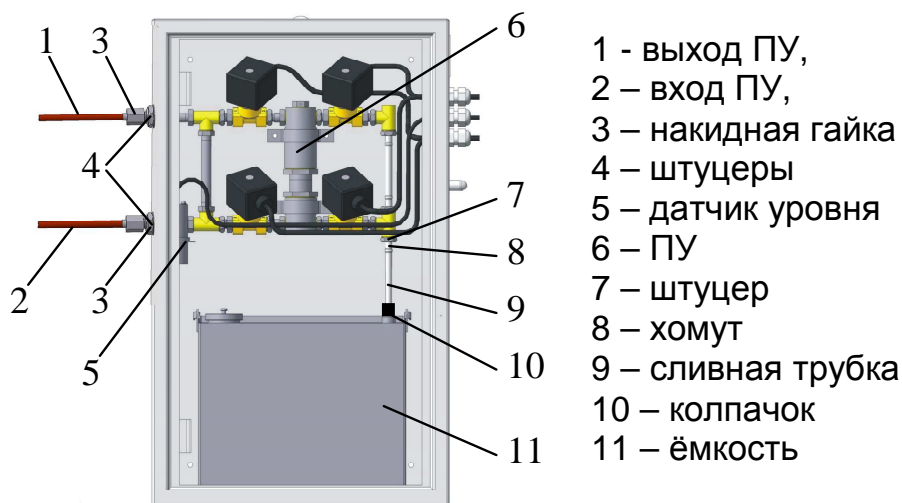

Рис. 7 – Шкаф ПУ
2.2.4 Установить датчик уровня 5 (при его наличии) на технологический кронштейн с левой стороны в шкафу ПУ (Рис. 7).
2.2.6 Для обеспечения потока продукта через контур отбора ПУ подсоединить медные (стальные) трубки внешним диаметром 8 мм к штуцерам 4, используя накидные гайки 3 и вкладыши из комплекта поставки (Рис. 7). Торцы трубок предварительно развальцевать согласно схеме приложения В.
- повторить предыдущее действие до прекращения выхода пузырьков воздуха в трубку сливную 8 (Рис. 7).